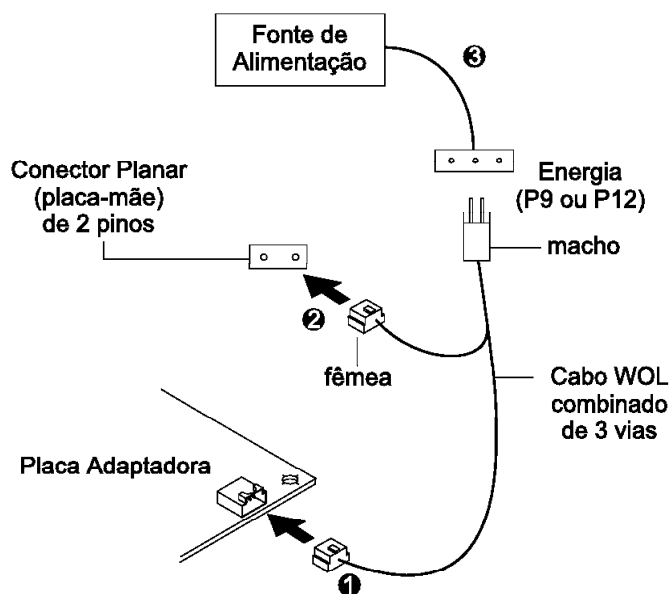

Figura 1-4. Conexão do Cabo Wake On LAN de 3 Vias
2. Conecte a extremidade fêmea de 3 pinos do cabo 08L2558 ao conector Wake on LAN de 3 pinos localizado na placa, conforme mostrado na Figura 1-4.
5. Localize o conector de sinal Wake on LAN de 2 pinos no circuito impresso do computador, conforme mostrado na Figura 1-4 na página 1-5. Na extremidade macho-fêmea dividida do cabo, conecte o conector fêmea ao conector de 2 pinos localizado no circuito impresso.